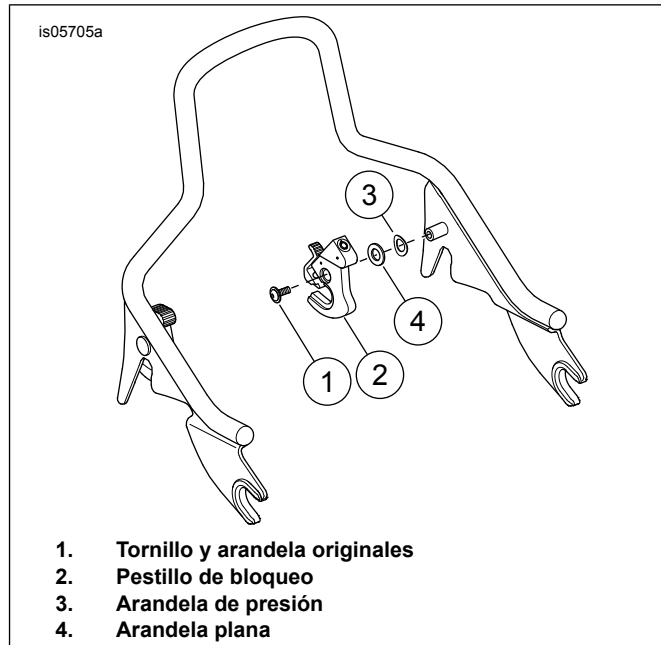

Figura 6. Instalación interna izquierda
2. Ver Figura 6 . Instala la arandela de presión (3) en el cubo de montaje izquierdo.
3. Instala la arandela plana (4) del kit en el cubo de montaje.
5. Instala el tornillo y la arandela originales (1).